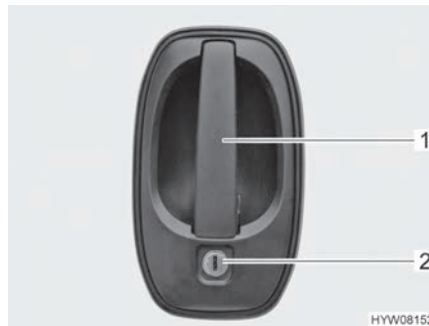

Fig. 22 Serrure de la porte (porte chauffeur/cellule à l'extérieur)
- Insérer la clé dans le barillet (Fig. 22,2) et la tourner jusqu'à ce que la serrure de la porte soit déverrouillée.
- Tirer sur la poignée de la porte (Fig. 22,1). La porte est ouverte.
- Insérer la clé dans le barillet (Fig. 22,2) et la tourner jusqu'à ce que la serrure de la porte soit verrouillée.